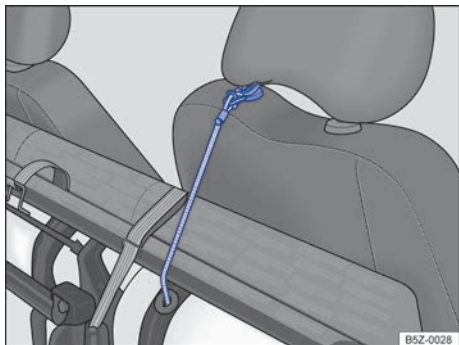

Fig. 72 Correa elástica roja para fijar el vástago del apoyacabezas.
- Localice la correa elástica roja ubicada en la parte inferior del cojín del asiento y coloque el gancho de la correa en el vástago del apoyacabezas del asiento del acompañante → fig. 72, inmovilizando el conjunto.
- Suelte el gancho de la correa elástica roja del vástago del apoyacabezas → fig. 72 y, colóquelo debajo del asiento trasero.